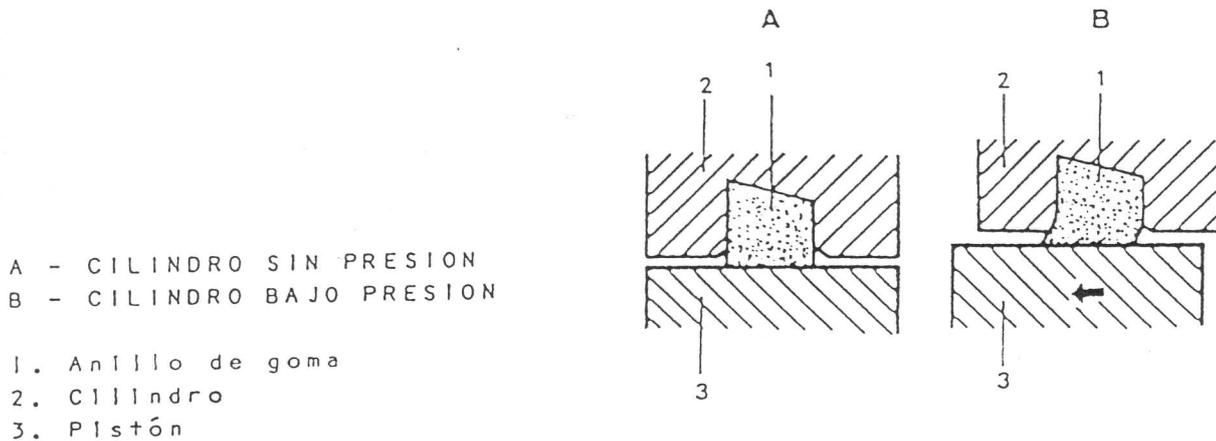

Fig. 19-9
Cuando la presión del líquido actúa sobre la cara de empuje del pistón, este último se desplaza hacia adelante. El anillo de goma (1) que ejerce una considerable presión contra el pistón, se mueve junto con el cilindro, ya que se encuentra alojado en la ranura interna del mismo (ver detalle (B) Fig. 19-9). A consecuencia del movimiento hacia atrás que realiza el anillo de caucho al estar firmemente oprimido al pistón, dicho anillo sufre una deformación durante el tiempo que se mantiene pisado el pedal de freno. Al dejar de ejercer presión sobre el pedal, desaparece la presión del líquido en el cilindro (Ver detalle (A) Fig. 19-9), y el anillo de caucho (1) recobra su posición de origen desplazando con él al pistón. De esta forma las pastillas de freno dejan de ser oprimidas creándose entre ellas y el disco la holgura mínima necesaria para impedir que se alojen partículas entre estas y el disco, y que no se produzca una sobrecalentamiento del disco.